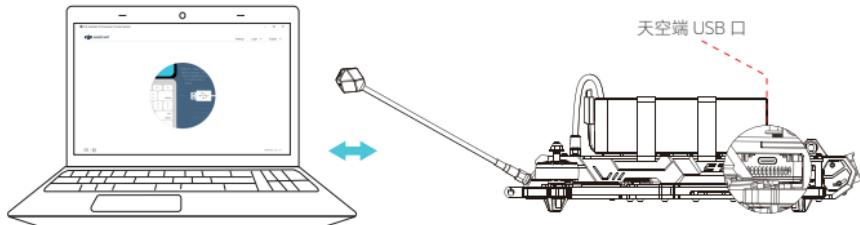

图 1-1
1. 天空端及飞行眼镜激活：CineLR 7 飞行器连接电池，通过 USB-C 接口 [ 图 1-1] 连接对应设备至电脑并运行 DJI Assistant 2\*3 消费机系列 ) 调参软件进行激活与固件升级详情请参考 DJI-O4- 用户手册。